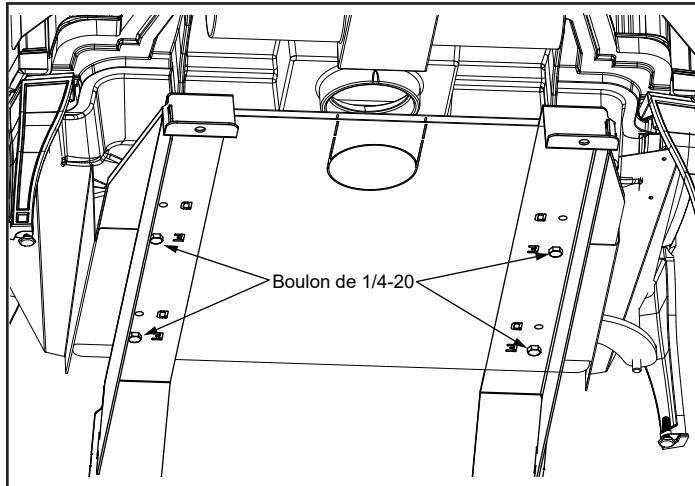

Figure 3.1 – Retrait de l'appareil des supports de transport.
Retirez l'appareil des supports de transport en dévissant les (2) boulons à tête hexagonale de 1/4-20 de chacun des supports en laissant les supports attachés à la palette (figure 3.1). (Gardez les boulons à tête hexagonale de 1/4-20, car ils seront nécessaires plus tard pour installer l'écran thermique.)